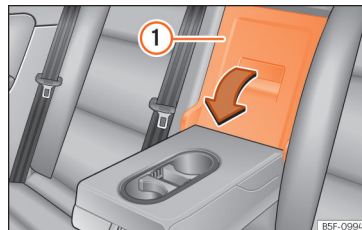

Abb. 125 An der Rücksitzlehne: Öffnung der Durchladeeinrichtung.
- Ziehen Sie den Entriegelungshebel in Pfeilrichtung und schwenken Sie den Deckel der Durchladeeinrichtung » Abb. 125 ① vollständig nach vorn.